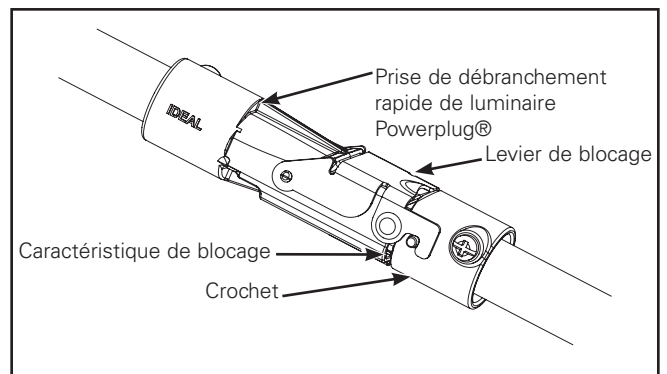

Figure 6.
3. Le levier de blocage de la prise de débranchement rapide doit être enclenché de la manière illustrée (Figure 6.).